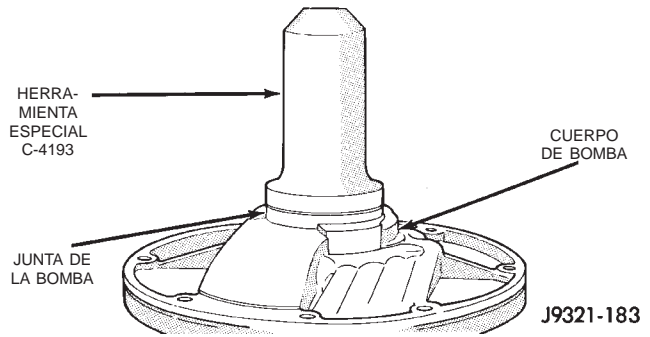

Fig. 130 Instalación de la junta de aceite de la bomba
(12) Instale una junta de aceite nueva en la bomba con la herramienta especial C-4193 y el mango C-4171 (Fig. 130). Asegúrese de que el reborde de la junta mire hacia adentro.
(13) Instale un aro retén nuevo alrededor del cuerpo de bomba. Asegúrese de que el aro esté correctamente asentado en la acanaladura.
(14) Lubrique el reborde de la junta de aceite y el anillo O de la bomba con líquido para transmisiones.